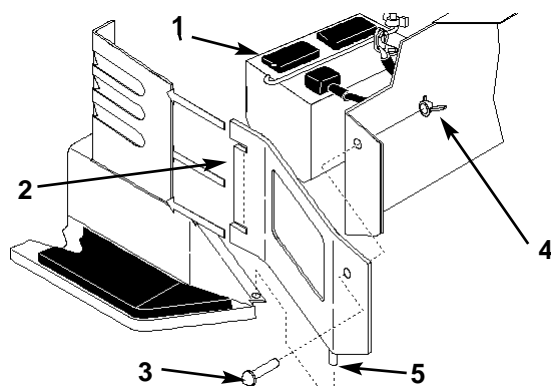

Figure 37
3. Déposer la panneaux latéraux pour avoir plus de place au moment de la dépose de la batterie (Fig. 37). Enlever les écrous papillons et les vis, puis soulever pour dégager la goupille et ôter les languettes du panneau de la console de direction.
7. Installer la batterie dans le châssis (Fig. 37).
11. Installer les panneaux latéraux en glissant les languettes dans la console de direction et en introduisant la goupille dans la bride du repose-pied. Fixer en position au moyen des vis et écrous papillons (Fig. 37).